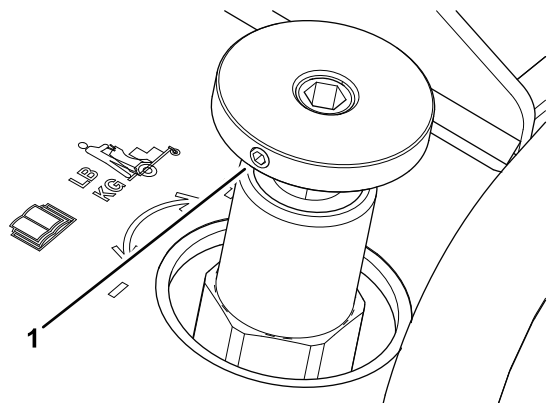

Figura 25
- Si la máquina se eleva y los neumáticos no tocan el suelo, gire el control de ajuste del peso del operador en sentido antihorario (Figura 25) para bajar la máquina hasta que los neumáticos toquen el suelo.